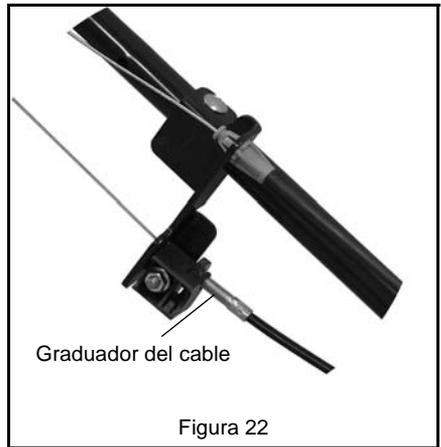

Figura 22
Consulte Figura 22.
1. Mueva el graduador del cable de transmisión por encima o por debajo del manillar. Véase Figura 22.